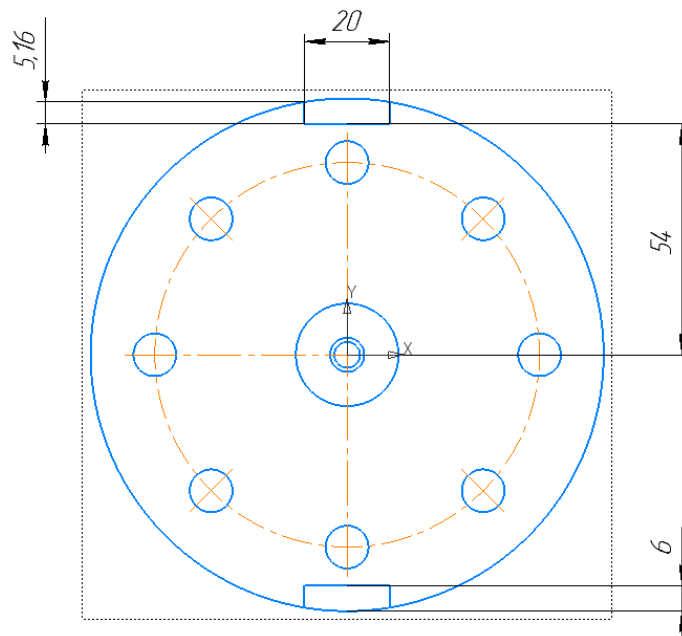

Рисунок 7. Вид детали сверху
1. Нанести прямоугольник на боковую грань детали и применить формообразующую операцию. Далее необходимо с помощью опции «зеркальный массив» и отразить элемент зеркально на противоположной части (Рисунок 7, 8);